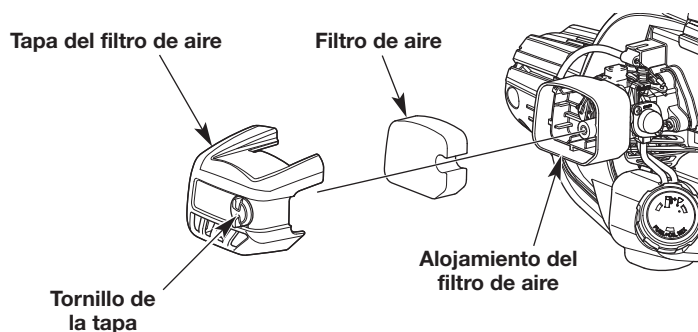

Fig. 21
1. Abra la tapa del filtro de aire para lo cual debe aflojar el tornillo de la tapa (Fig. 21).
2. Extraiga el filtro de aire de su alojamiento (Fig. 21).
6. Vuelva a instalar el filtro de aire en su alojamiento (Fig. 21).